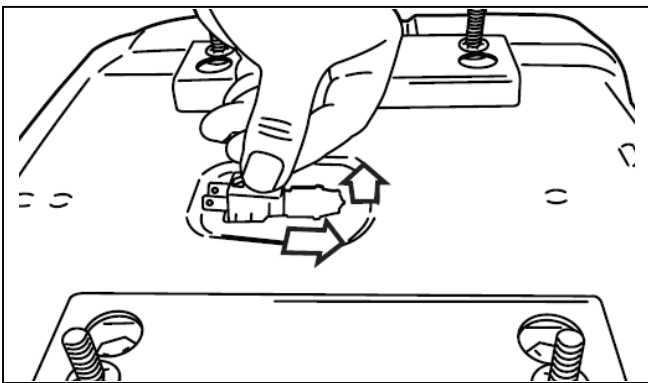

図 1-12
- B. スイッチをシートの後方にスライドさせ持ち上げて固定します。(図 1-12)